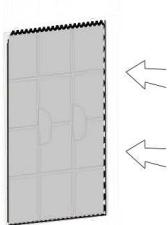

Abb. 6
- Setzen Sie den Vorfilter (2) ins Gerät in entsprechenden Halterungen ein (Abb.6). Griffe am Filtergitter sollen nach dem Einsetzen des Filters nach außen zeigen.